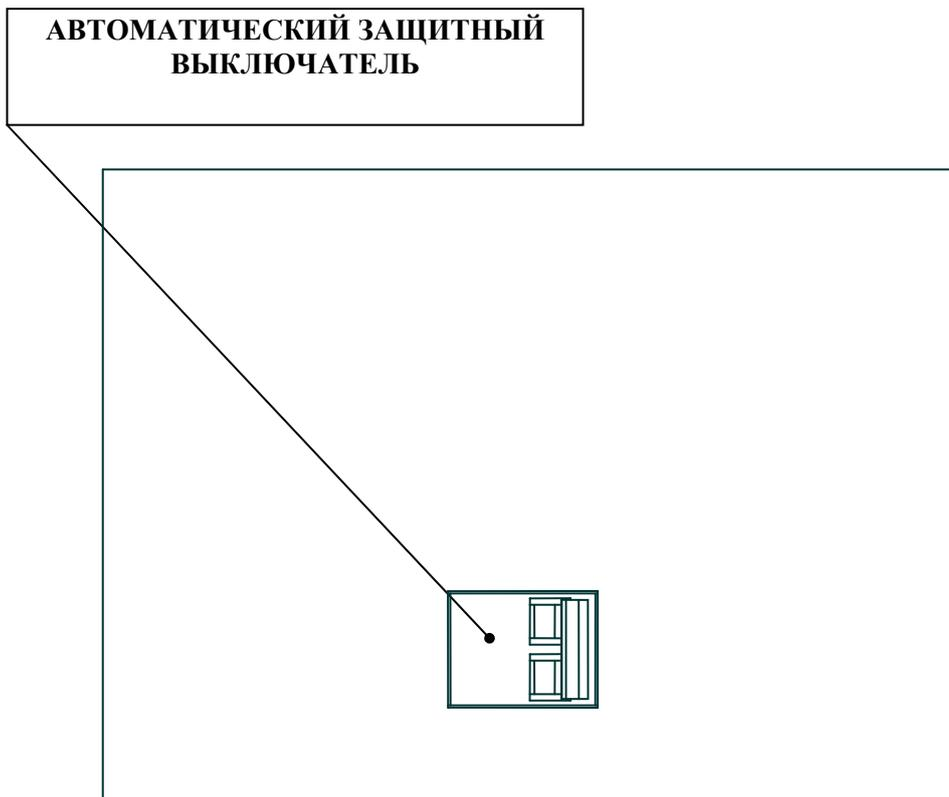

Рис. 2. Распределительный блок витрины «Селенга II»
- Электрическая система включает в себя панель управления, распределительный блок, нагревательные элементы (для электрической оттайки испарителя), панель вентиляторов испарителя, встроенный светильник, панель вентиляторов воздушной завесы (для исполнения с дополнительной воздушной завесой). На панели управления, расположенной сверху витрины, находятся выключатели питания и освещения, электронный регулятор (контроллер). Распределительный блок электрооборудования с автоматическим защитным выключателем располагается сверху на корпусе витрины (см. рис. 1а, 1б, 1в, 1г, рис. 2).